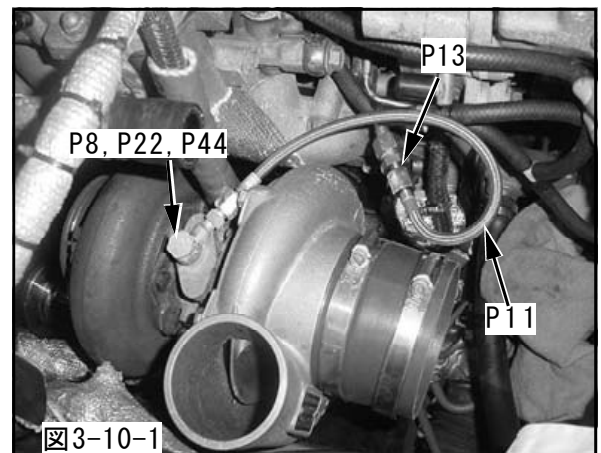

図3-10-1
- (1) ターボチャージャー Assy にインレットバンジョウを取付けてください。(図3-10-1)
- (2) オイルインレットボルトをエンジンのオイルインレットパイプに取付けてください。(図3-10-1)
- (3) オイルインレットホースをオイルインレットバンジョウとオイルインレットボルトの間に取付けてください。
- このとき、オイルインレットホース及びオイルインレットパイプに無理な力が加わらないように取付けてください。(図3-10-1)